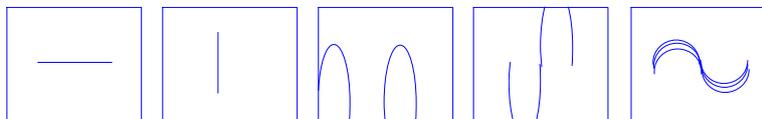

图 1-1-18 示波器屏幕显示的不正常波形
(2) 用示波器观察波形时, 如果屏幕上显示出图 1-1-18 所示的不正常波形, 是由什么原因引起的? 应调节哪些旋钮使波形正常?